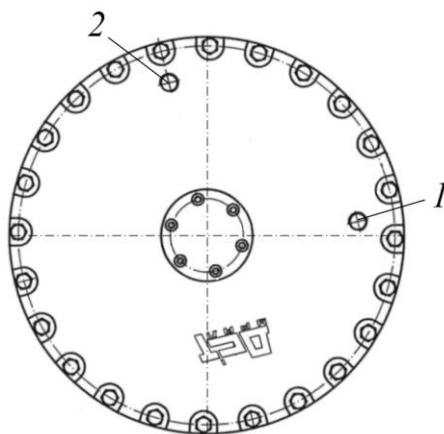

Рисунок 5.67. Процедура замены масла в бортовом редукторе (шаг 2)
- ▶ Двигая машину назад и вперед, установить редуктор в позицию, когда одно из двух отверстий расположено выше горизонтальной линии (поз. 2), а второе отверстие находится справа или слева от центра редуктора, выше горизонтальной линии примерно на 5° (поз. 1), см. рис. 5.67.
- ▶ Через заливное отверстие 2, рис. 5.67, заправить в редуктор новое масло. Заправлять необходимо до тех пор, пока масло не начнет вытекать из контрольного отверстия 1, рис. 5.67. Справочный объем и наименование заправляемого масла см. п. 5.2.1 **Заправочные объемы смазочных материалов.**